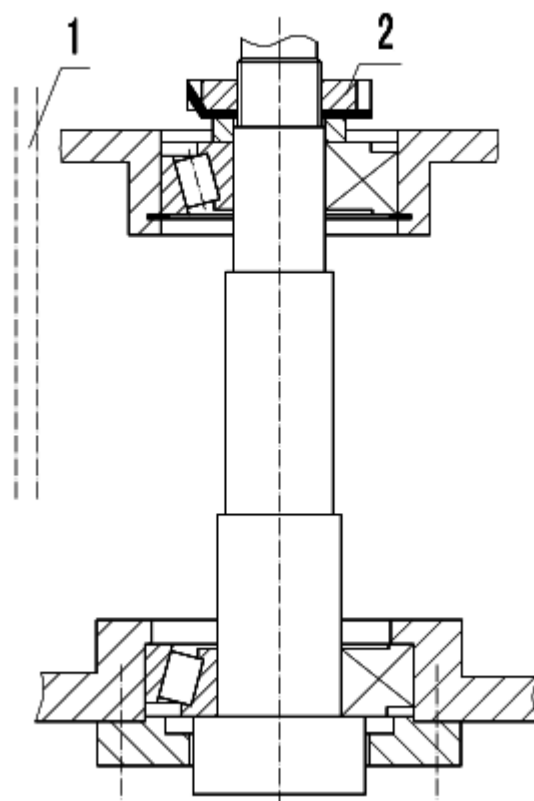

Рис.4
Люфт подшипников шпинделя был отрегулирован до отгрузки станка с завода. Долговременное использование станка вызывает естественный износ подшипников шпинделя и увеличение люфта. Попросите специалиста отрегулировать его. Сначала снимите крышку (1, рис.4) с правой стороны колонны. Прежде всего, отогните зубья плоской стопорной шайбы под круглой гайкой, отрегулируйте круглую гайку (2), сделайте надлежащий люфт шпинделя, затем загните зубья стопорной шайбы, установите крышку (1).